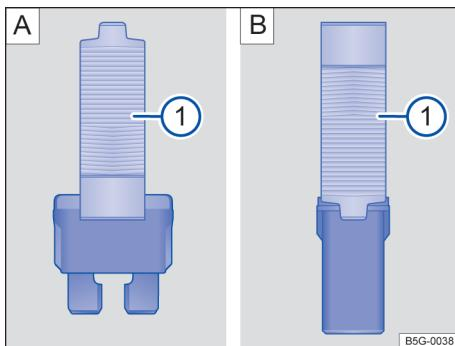

Fig. 161 Extrair ou colocar o fusível com pinças de plástico: [A] Fusível encaixável plano. [B] Fusível tipo bloco.
- Conforme o caso, retire as pinças de plástico → Fig. 161 **1** situadas na cobertura da caixa de fusíveis correspondente.
- Em função do tipo de fusível, desloque as pinças correspondentes → Fig. 161 **A** **1** ou → Fig. 161 **B** **1** lateralmente sobre o fusível.